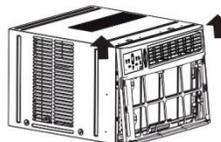

Fig.3A
5. Levante con cuidado el panel frontal para retirarlo de la unidad (ver Fig. 3A).